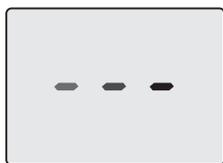
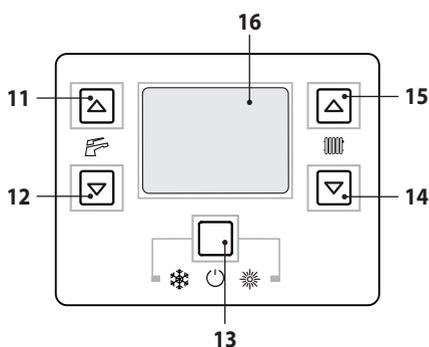

Figura 6.4
Figura 6.5
- Alimentare elettricamente la caldaia azionando l'interruttore bipolare previsto in installazione Il display LCD visualizza il simbolo  (i trattini vengono accesi in sequenza per simulare uno scorrimento) (Figura 6.4).
- Tenere premuto per 2 secondi il tasto 13 fino a far apparire sul display entrambe i simboli  e  Figura 6.5.
- Spegnere la caldaia tenendo premuto per 2 secondi il tasto 13 (Figura 6.5) fino a far apparire sul display LCD il simbolo — — — (i trattini vengono accesi in sequenza per simulare uno scorrimento) (Figura 6.4).